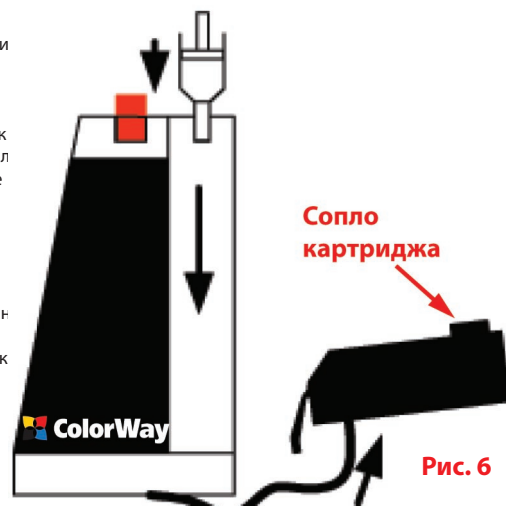

Рис. 6
4.1. Возьмите один из картриджей системы - переверните его так, чтобы сопло картриджа было сверху, затем снимите защитную оранжевую заглушку с картриджа. В процессе прокачки сопло всегда должно находиться вверх. (Рис. 6).
4.4. МЕДЛЕННО подайте воздух в камеру (при этом большая пробка емкости должна быть ЗАКРЫТА). Вы увидите, как чернила начнут течь по эластичному шлейфу к картриджу. (Рис. 6). Когда чернила полностью заполнят картридж, и сопло картриджа примет соответствующий чернилам цвет, следует остановить подачу воздуха. При необходимости оттяните поршень шприца обратно на 1 см, чтобы убрать излишек чернил с сопла.